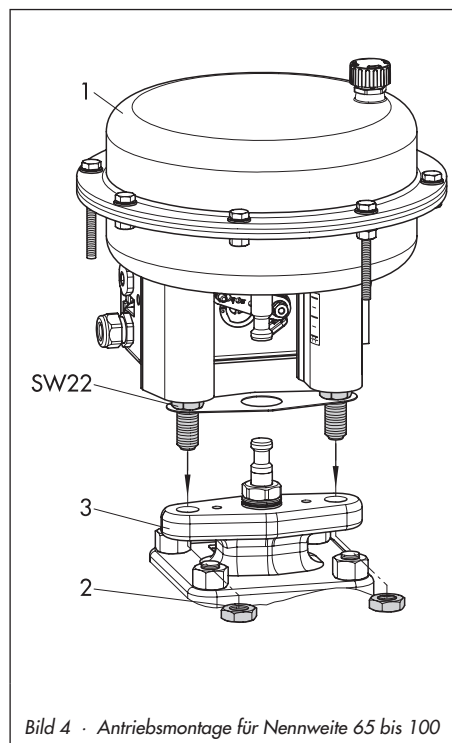
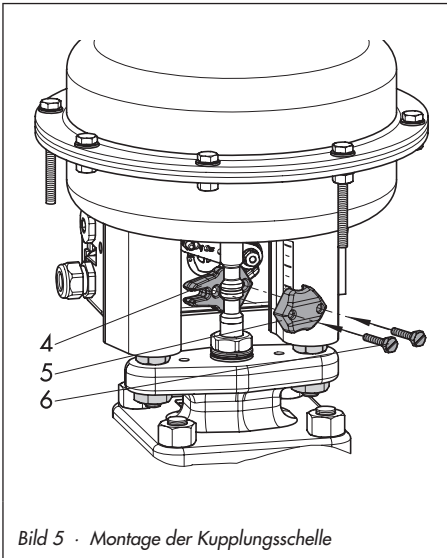

Bild 4 · Antriebsmontage für Nennweite 65 bis 100
Bild 5 · Montage der Kupplungsschelle
Pneumatische Antriebe mit Stellungsregler (Bild 4 bis Bild 7)
3. Kupplungsschelle mit Hubabgriff (Bild 5, Pos. 4) hinter die Antriebsstange legen und mit der Gegenschelle (Bild 4, Pos. 5) und den Schrauben (6) leicht zusammenschrauben.